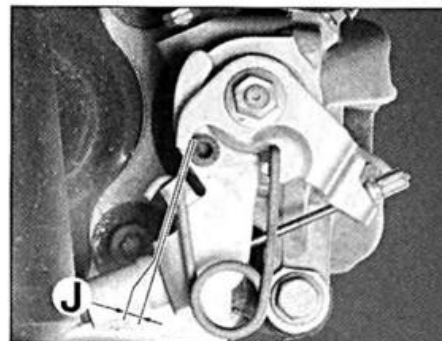

FIG. 17
- Medir, con un juego de galgas, el desprendimiento "J" de la palanca con relación a su tope (el desprendimiento debe ser inferior a 1,5 mm y superior a 0,05 mm) (fig. 17).